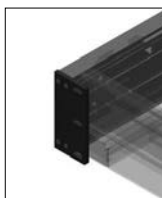
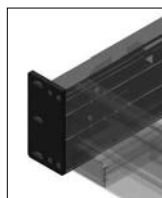

Abb. 48
Abb. 49
- » Die Wandkonsole kann so angebracht werden, dass die Befestigungslöcher für den Montageuntergrund wahlweise nach innen (Abb. 48) oder außen (Abb. 49) zeigen